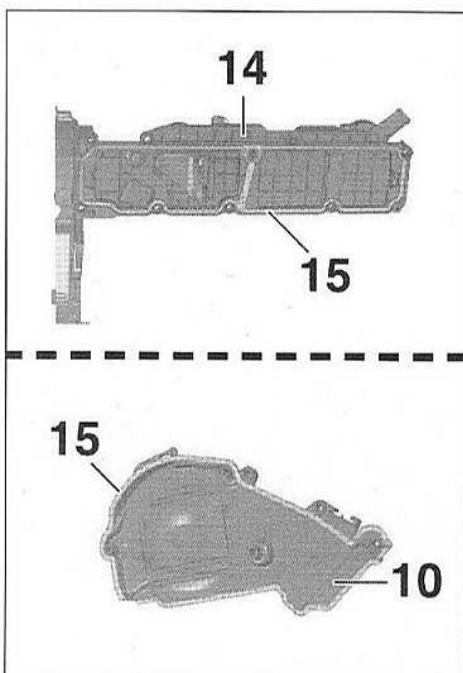

FIG.91
- Contrôler le bon positionnement des joints (15) sur le couvre-culasse (14) et le carter supérieur de distribution (10) (Fig.91).